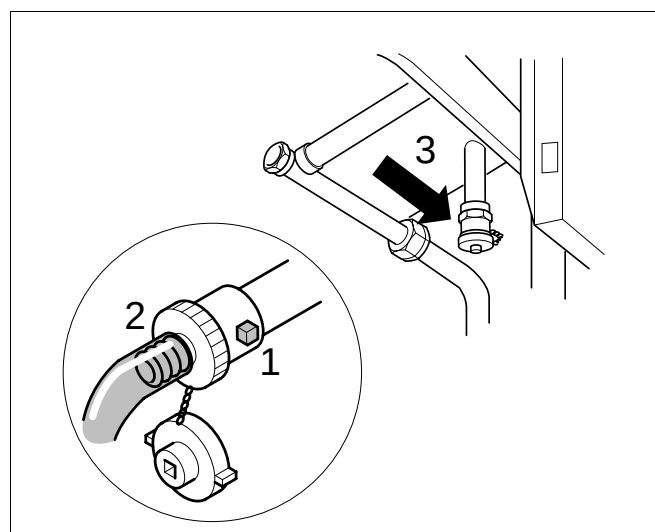

Fig. 13 Remplir l'installation de chauffage
- Dévisser le bouchon (fig. 13, pos. 3) et visser l'embout cannelé (fig. 13, pos. 2) sur le tuyau.
- Ouvrir le robinet de remplissage et de vidange (fig. 13, pos. 1).